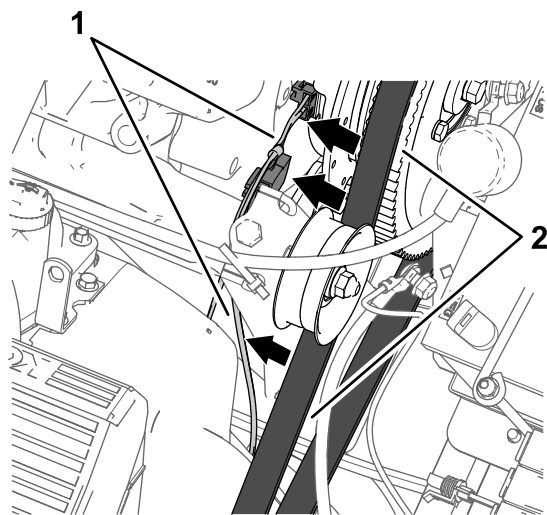

Figure 168
4. Acheminez la branche de 84 cm du faisceau contre le moteur et la pompe de pulvérisation de telle manière que le faisceau soit éloigné de la courroie d'alternateur (Figure 168).